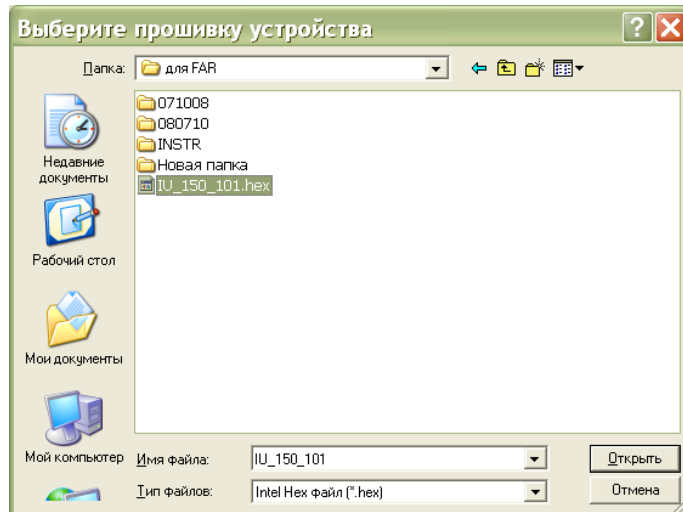

Рисунок 14
5) Затем в открывшемся окне выбрать файл программы, которую требуется записать в БПДД-RS (рисунок 14).